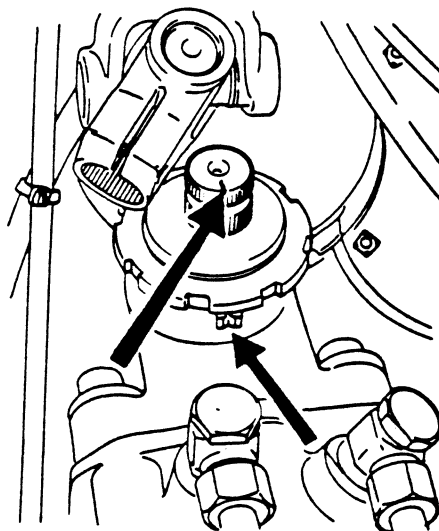

Fig. 16
15. Zet de pitmanarm precies in de middenstand door het streepje boven op de ingaande as van het stuurhuis recht tegenover het merkteken op het stuurhuis te plaatsen (Fig. 16).